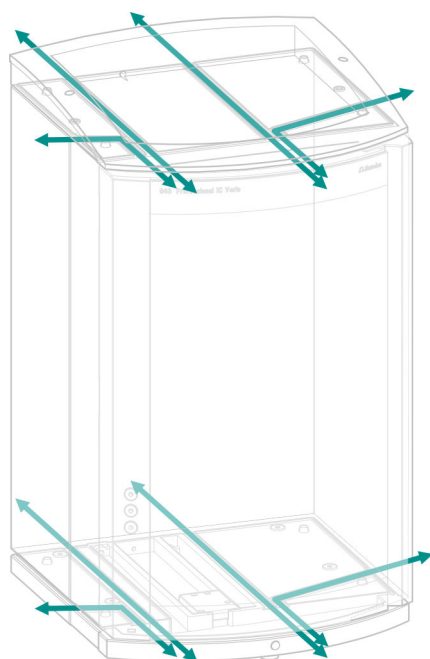

Abbildung 5 Kanäle für Kapillaren
- Kanäle zwischen dem Gerät und der Bodenwanne sowie zwischen dem Gerät und dem Flaschenhalter (*siehe Abbildung 5, Seite 14*)